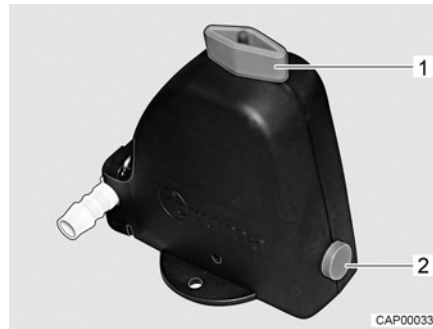
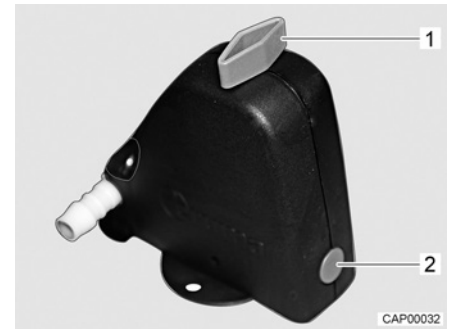

Fig. 101 Valve de sécurité et de vidange ouverte
Fig. 102 Valve de sécurité et de vidange fermée
- Fermer la valve de sécurité et de vidange. Tourner pour cela le bouton rotatif (Fig. 101,1) dans le sens transversal par rapport à la valve de sécurité et de vidange et enfoncer le bouton-poussoir (Fig. 101,2). La valve de sécurité et de vidange fermée est représentée à la Fig. 102. Lorsque la température descend en dessous de 6 °C, la valve de sécurité et de vidange ne peut pas être fermée.